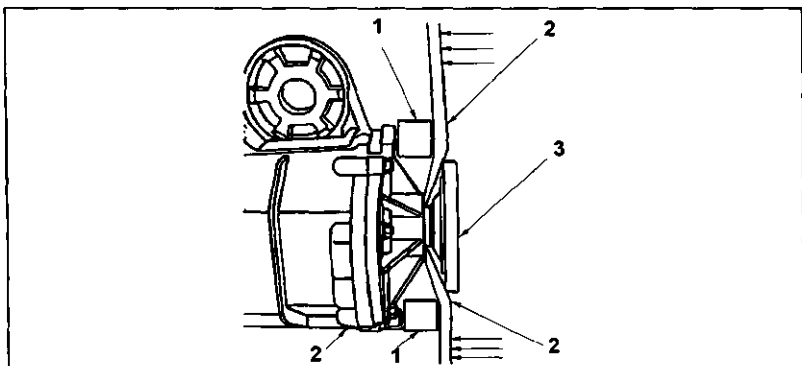

图 7-3-7 内半轴的拆卸
4. 用 2 根合适的撬棍和木块拆出内半轴,见图 7-3-7。
(1) 拆下半轴与内半轴的连接螺栓。
(2) 用 2 根合适的撬棍和木块拆下内半轴,见图 7-3-7。
(3) 旋下端盖安装螺栓,然后拆下端盖。
(4) 旋下差速器壳安装螺栓,然后拆下差速器壳。
(5) 从后桥壳上拆下差速器总成。
(6) 旋下齿圈安装螺栓,然后将差速器体与差速器壳分离。
(7) 用合适的冲头和小锤拆下行星齿轮轴销。
(8) 从差速器壳上取出行星齿轮轴。